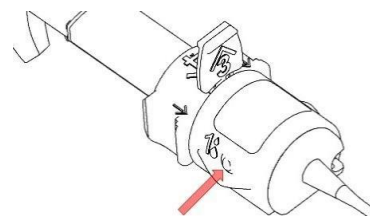

Рис. 1
3. Полностью введите канюлю (23-27G) шприца, заполненного вискоэластиком, в небольшое отверстие обозначенное символом «1» (Рис.1), поддерживая легкое давление на кончик канюли. Введите вискоэластичный раствор через отверстие. Количество вискоэластичного раствора будет достаточным, как только оптика ИОЛ покрывается вискоэластичным раствором.